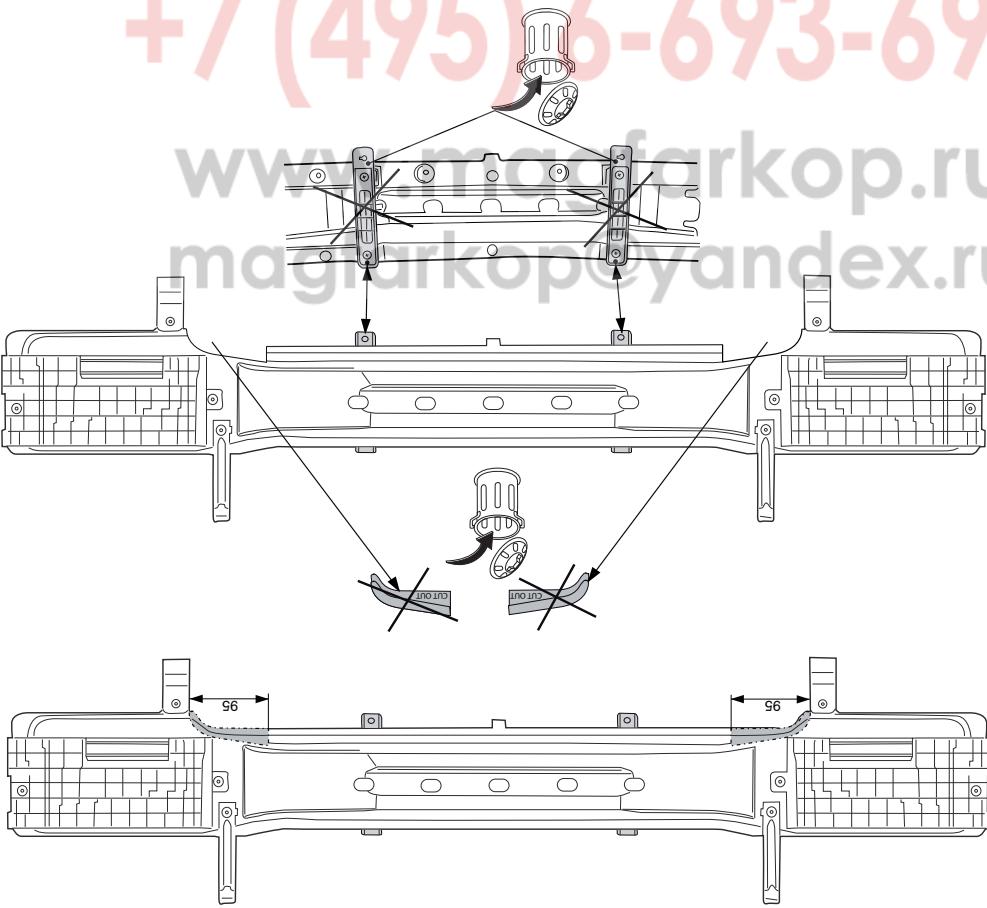

Fig.3
7. Saw out from the bumperinnerwork the section indicated in accordance with fig.3.
7. Gemäß Fig. 3. die angegebenen Stücke aus der Stoßstangeninnenverkleidung heraussägen.